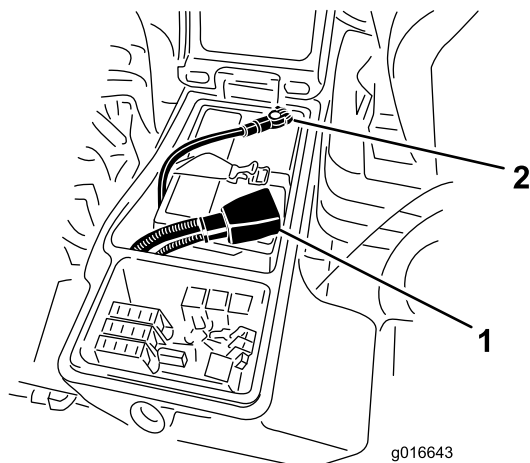

Figura 133
3. Desconecte el cable negativo de la batería (Figura 133).